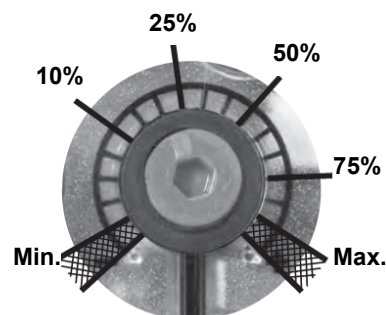

Fig. 10
**ВНИМАНИЕ:** установка выходного давления регулятора VD-R осуществляется воздействием на регулировочную кольцевую гайку (рис. 10). Положение индикатора на циферблате показывает значение давления на выходе, рассчитанное в процентах от полной шкалы PS датчика (рис. 11).